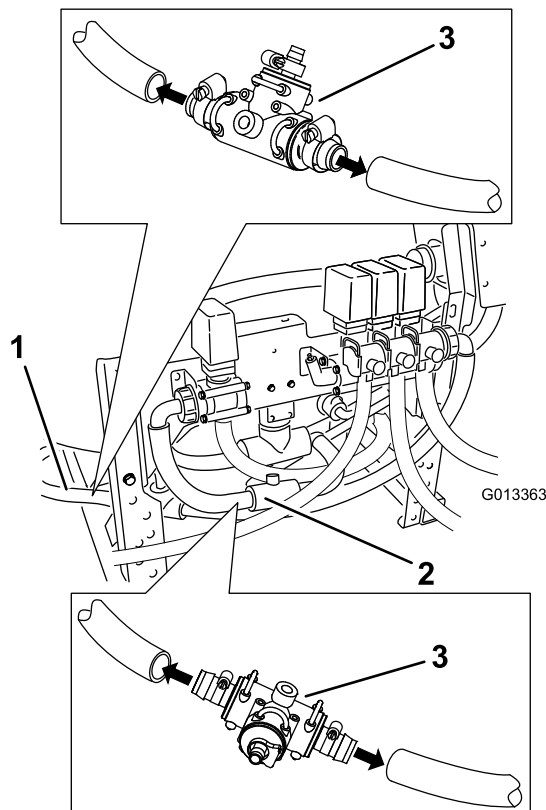

Figura 19
9. Corte o tubo de derivação a meia distância entre as válvulas da rampa e o depósito (Figura 19).
10. Aplicando sabão líquido no dentado, insira um conjunto de T S53 na abertura e fixe-o com 2 braçadeiras de tubo grandes (Figura 19).